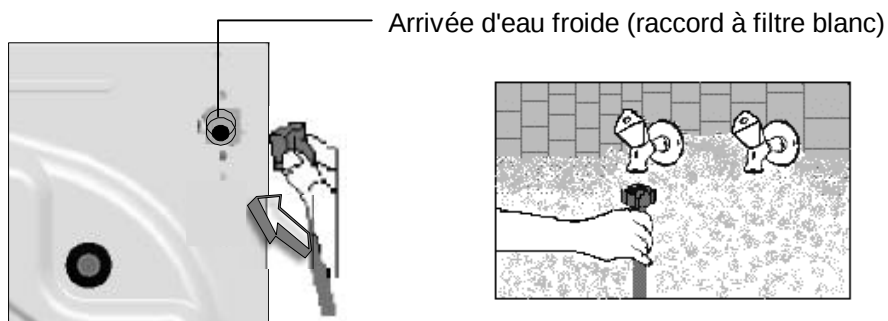

Fig.6
- ? Branchez le raccord (coudé) du tuyau d'arrivée d'eau à l'arrière de la machine avec 1 joint (fig.6) et l'autre raccord (droit) au robinet avec le joint avec filtre (fig.7). En cas de doute, faites brancher la machine par un installateur qualifié.